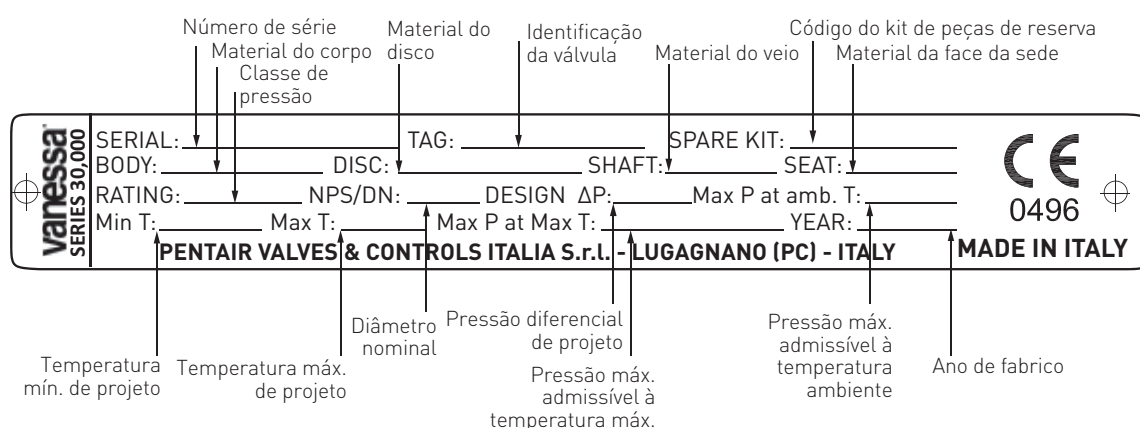

FIG. 1
- Confirmar que os materiais de fabrico indicados na chapa de características da válvula (Fig. 1) são adequados para o serviço a que se destina e que estão de acordo com as especificações / requisitos contratuais.
- Confirmar que os limites de pressão / temperatura indicados na chapa de características da válvula (Fig. 1) são apropriados para as condições de processo. Em caso de dúvida, contactar a fábrica ou o seu representante.
Os interiores da válvula são concebidos para resistir e vedar face à pressão diferencial de projeto marcada na chapa de características da válvula (Fig. 1). Os interiores da válvula não devem ser utilizados como o único meio protetor contra o perigo causado pela pressão a montante da válvula fechada.